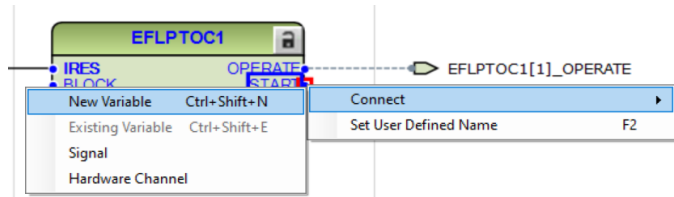

Imagen 240_Conexión de una nueva variable de salida para el bloque EFLPTOC1.
4.1.23 Ahora para la segunda salida de “START”, de igual manera daremos clic derecho y seleccionamos “Connect - New Variable” como se observa en la **Imagen 240**.